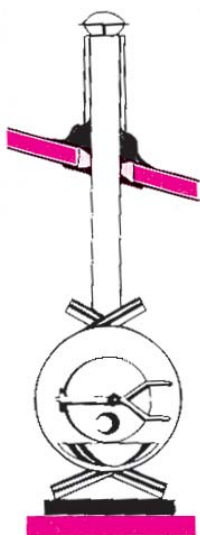

Рис. 2
5.1. Большая часть тепла, которое образуется при горении топлива, используется для нагревания помещения. В связи с этим, температура выходящих топливных газов (при работе печи в экономичном режиме) низка и они не могут прогреть каменные дымоходы. В них образуется конденсат, который разрушает каменные трубы и создает в них черный вар. Этого можно не допустить, если использовать вставные металлические трубы, которые быстро нагреваются и всегда сухие (рис.2). В нижней точке дымохода желательнее предоставить возможность доступа к очистке сажи.
5.2. При установке стальных дымоходов необходимо соблюдать правила пожарной безопасности в Украине и руководствоваться нормами СНиП 2.04.05-91 п.3.77. доп.16.1 а также п.5.26 Правил пожарной безопасности, (см. рис. 2, 3.).
6.7. Если печь длительное время не протапливалась, что бывает постоянно в дачных и садовых домиках, то в ней может не быть тяги. Не рекомендуется сразу зажигать дрова в топке. Необходимо проверить тягу. Для этого надо прожечь бумагу или газету в топке при закрытой задней заслонке 3. Если дым не уходит через дымоход, значит, тяги нет. Необходимо открыть очистную дверку, расположенную под дымовой трубой Рис.2 или ближе к ней и прожечь там несколько листов бумаги или газеты. Предварительно уложив растопку в топке и, как только появится тяга в дымовой трубе, закрыть очистную дверку и поджечь растопку. Для кирпичных дымоходов, где кирпичная кладка остыла и отсырела, этот способ придется повторить несколько раз.